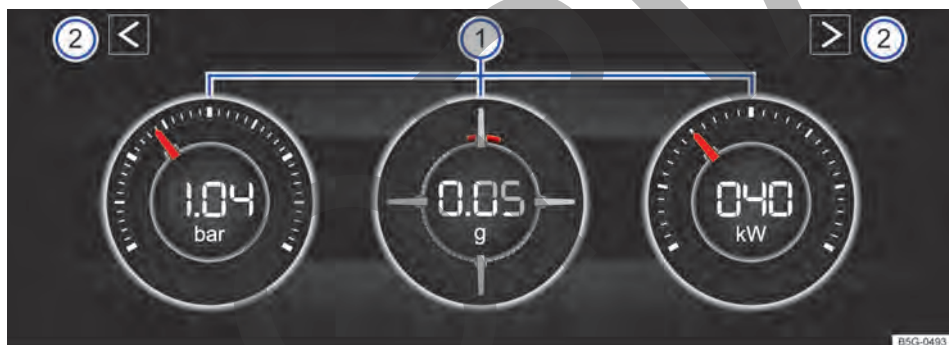

Fig. 20 En la pantalla de la radio: monitor de potencia.
Leyenda para → fig. 20:
Si desea cambiar entre el monitor de potencia y el cronómetro → pág. 33, toque una de las teclas de flecha a la izquierda y derecha sobre los instrumentos → fig. 20②. ▶
La pantalla puede mostrar un máximo de tres instrumentos simultáneamente. Cada uno de los instrumentos se puede seleccionar para cada una de las áreas de visualización → fig. 20 ① (izquierda, centro, derecha).
- **Indicación de presión de carga:** la indicación de presión de carga → fig. 20 ① (a la izquierda) muestra la presión en el circuito de aire de carga entre el turbocompresor y el motor (en "bar"). Cuanto más lejos esté la aguja a la derecha de la escala, mayor será la potencia que liberará el motor.
- **Acelerómetro (G-Meter):** el acelerómetro (G-Meter) ① (centro) indica en el área central el valor de aceleración (en "g"). La marca roja en el área dispuesta en la pantalla indica la intensidad de aceleración y la dirección de la fuerza que actúa (de acuerdo con los principios físicos contrarios). Si, por ejemplo, conduce hacia la izquierda, la marca roja en el instrumento se moverá en el área derecha del instrumento (y viceversa). Al acelerar, la marca roja se moverá hacia arriba. La intensidad de la aceleración está indicada por la posición de la marca roja de adentro hacia afuera. Si la aceleración aumenta, la marca roja se excluye del área central.
- **Indicación de potencia:** la indicación de potencia ① (a la derecha) muestra la potencia del motor demandada actualmente en forma de un valor digital y análogamente en la escala (en kW).